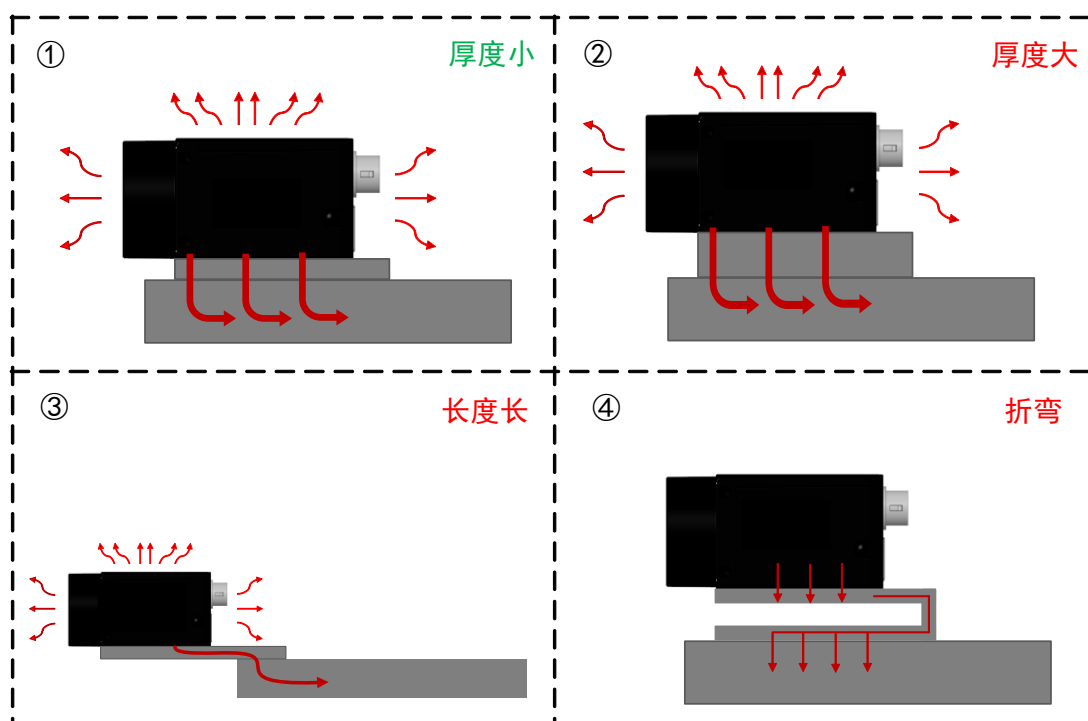

图4-13 不同安装方式的导热路径
如图4-13中安装方式①和②所示，安装件的厚度需尽量减薄，缩短相机通过安装件向金属固定平台的导热路径。
如图4-13中安装方式③和④所示，安装件长度延长和采用折弯的钣金等形式，都会导致相机的导热路径加长。
沿导热方向的截面面积尽可能大一些，这样能够减小其导热热阻。对于一些相机安装件不得不使用延长或者折弯的钣金时（如图4-13中安装方式③和④），钣金的厚度需要尽量加大，增大相机导热路径的横截面，加强导热性。